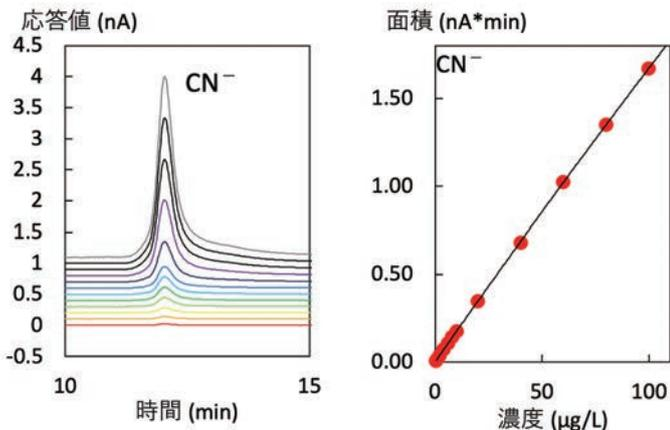

図3. 標準液クロマトグラム(左)と検量線(右)
0.0005~0.1 mg/L_{CN⁻}の範囲で標準液を測定し、検量線を作成しました(図3)。測定した濃度範囲で決定係数は0.9997で良好な結果でした。